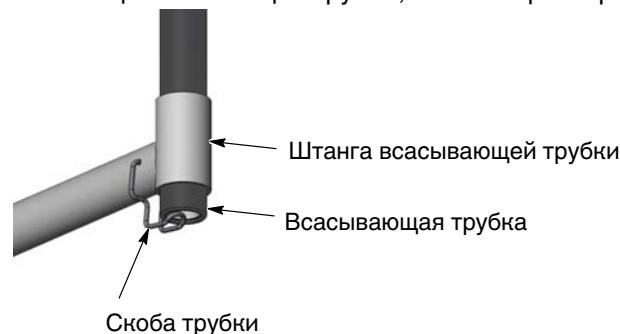

Рис. 4-6 Использование скобы всасывающей трубки
1. См. рис. 4-6. Поднять всасывающую трубку и отвести ее скобу вниз, под конец всасывающей трубки, чтобы зафиксировать трубку в держателе.